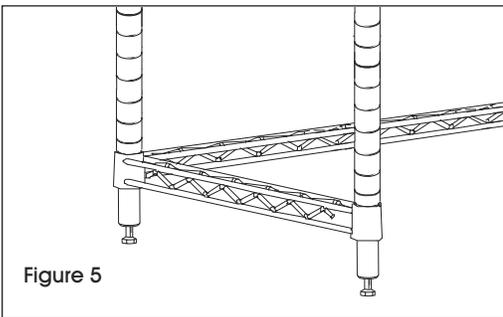

Figure 5
3. Stand unit upright. Gently tap U-Frame down to secure it. Make sure all sides are level. (See Figure 5)
3. Placez l'unité à la verticale. Tapotez délicatement le cadre en U vers le bas pour le fixer en place. Assurez-vous que tous les côtés sont de niveau. (Voir Figure 5)